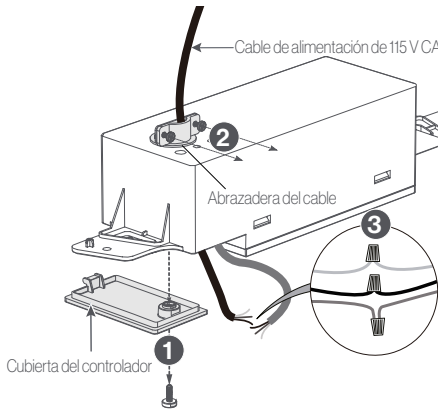

Fig. 4
- Pase el cable de alimentación de 115 V CA a través del orificio de la abrazadera del cable y realice las conexiones de los cables siguiendo los códigos de colores que se indican a continuación (Fig. 4):